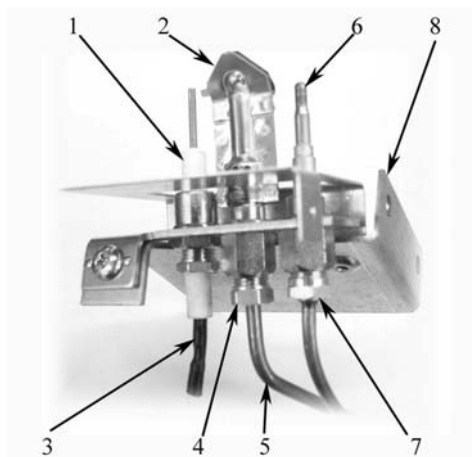

Abb. 7
- Den Anschluss des Thermoelements (Pos. 7 auf Abb. 7) abschrauben und vom Körper der Zündflamme abziehen;
- Die Mutter der Gaszufuhr der Zündflamme (Pos. 4 auf Abb. 7) abschrauben;